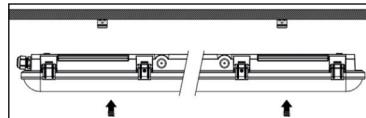

Рис. 1
- 5.12 Закрепите скобы на поверхности стены или потолка по месту в скобы осветительного прибора (рис. 1).